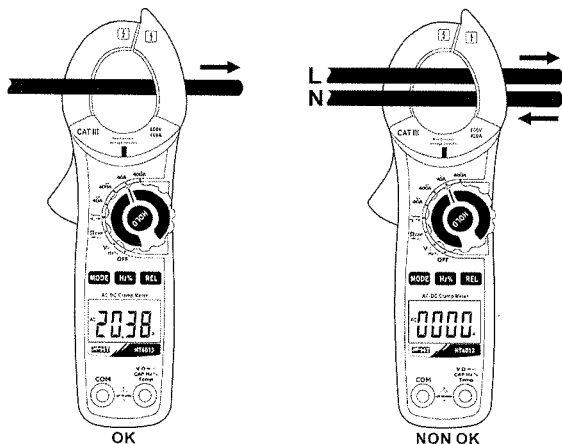

Fig. 9: Uso de la pinza para medidas de corriente CA y corriente CC
4. Para medidas de corriente CC la visualización del símbolo "-" indica que el instrumento se ha conectado en modo contrario al sentido de la corriente (ver Fig. 9)